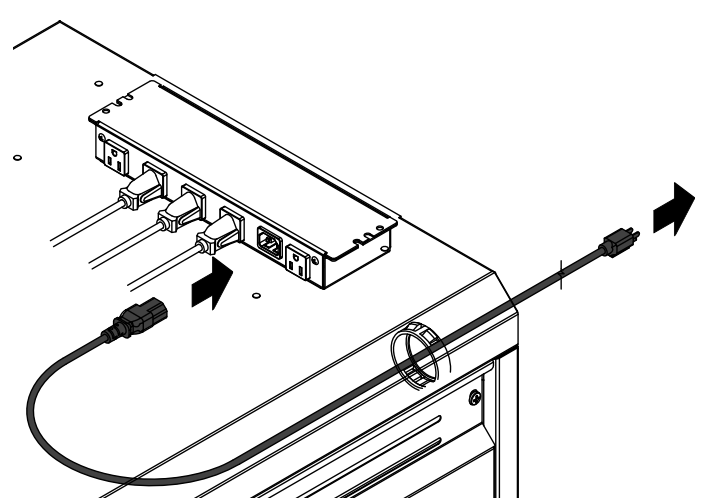

Figure 1.4
6. Plug power cord into timer/switch. **Figure 1.4.**
6. Branchez le cordon d'alimentation dans la minuterie ou l'interrupteur. **Figure 1.4.**
6. Enchufe el cable de alimentación en el temporizador o en el interruptor. **Ilustración 1.4.**